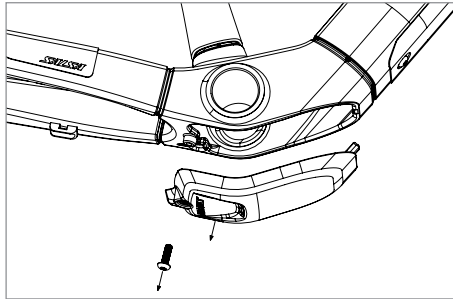

Figure 8
4. Utilisez une clé Torx T25 pour retirer la vis et la trappe (figure 8).